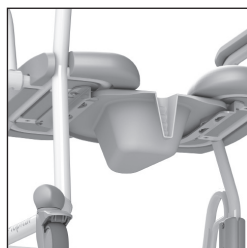

Figura 12. Orinal.
- El orinal o el cubo se desliza desde la parte trasera de la silla (Ver figura 12).